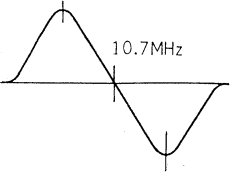

Abb. 13
| ① | Wie bei UKW-ZF Danach sind die angeschlossenen Meßinstrumente so einzustellen, daß eine Abgleich- Kurve nach Abb. 13 am Schirm des Oszillographen zu sehen ist. | Den höheren Frequenzen zu. | 10,7MHz±1MHz Stellung: WOBBEL | T5 ist so abzugleichen, daß die S-Kurve zu gleichen Teilen rechts und links von 10,7MHz liegt. Anschließend ist T5 so einzustellen, daß das Maximum und das Minimum der S-Kurve gleich entfernt von der horizontalen Geraden liegen. Vgl. Abb. 13. |